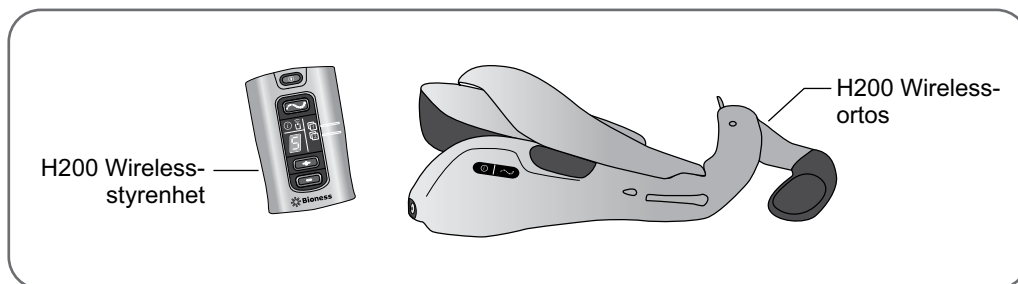

Bild 12-1: Placering av komponenter som ska registreras
2. Placera de komponenter som ska registreras nära varandra på ett bord, utan att de vidrör varandra. Se bild 12-1.